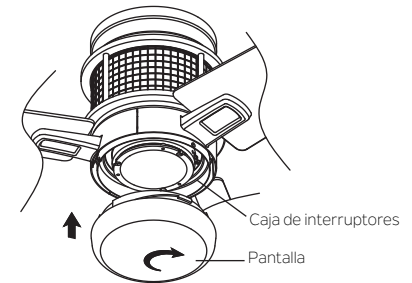

Fig. 17
Paso 4. Sujete la pantalla a la caja de interruptores haciéndola girar en sentido horario. No ajuste en exceso. (Fig. 17)